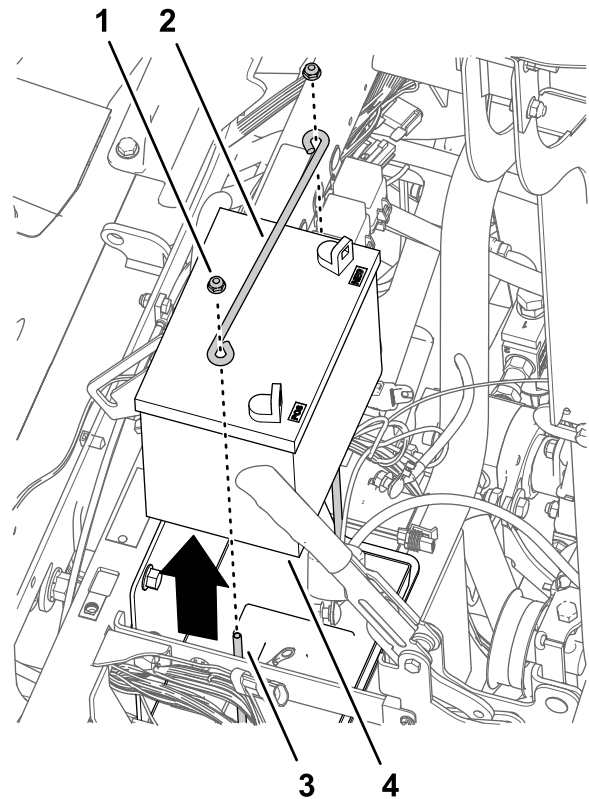

Figura 169
- Instale el embellecedor que retiró en el paso 2 de Retirada del volante (página 74) en el volante (Figura 169).
1. Retire las 2 contratuercas con arandela prensada y la varilla de sujeción de los 2 pernos en J que sujetan la batería al soporte de la batería (Figura 169).
2. Retire la batería de la máquina (Figura 169).